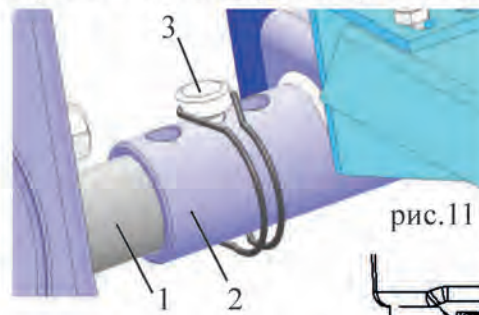

рис.11
- состояние (износ) стопора кронштейна сцепки (рис.11).
Установить снегоборщик кронштейном (1) на штырь (2) мотоблока до совмещения отверстий кронштейна и штыря (рис.11).